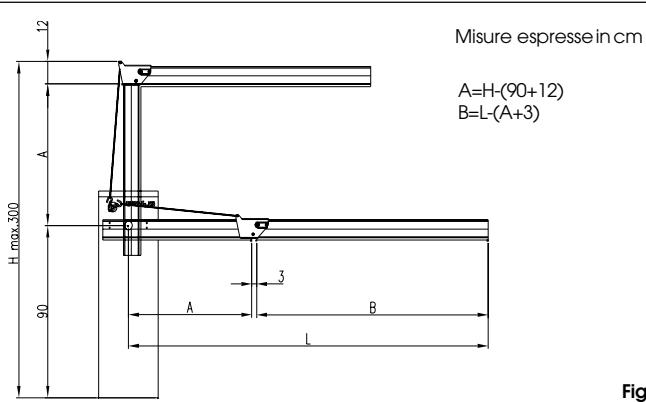

Fig.1
- 1) Calcolare la lunghezza delle due parti, **A** e **B**, secondo lo schema di Fig.1.
- 1) Calculate the length of the two parts, **A** and **B**, according to the diagram in Fig.1.
- 1) Calculer la longueur des deux parties, **A** et **B**, d'après le schéma de la Fig.1.
- 1) Die Länge der beiden Teilstücke **A** und **B**, gemäß dem Schema der Abb.1 berechnen.